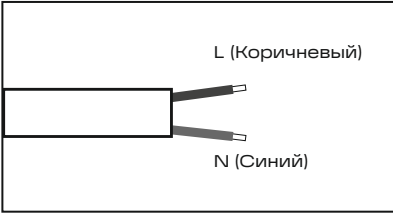

Рис. 3
- 5.13 Выполните электрическое подключение осветительного прибора согласно (рис. 3).